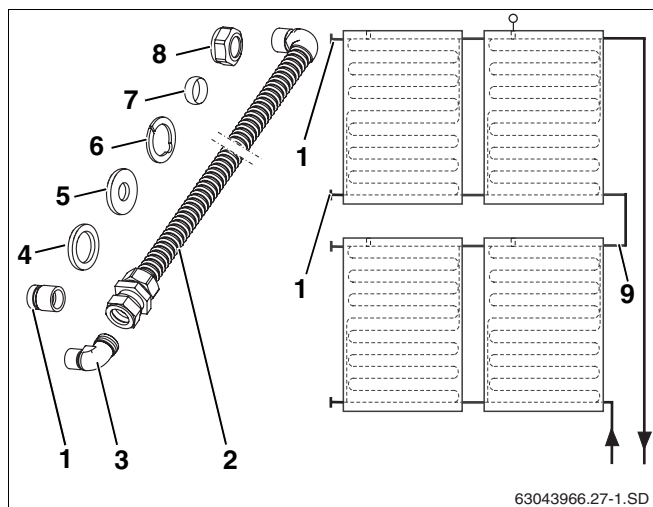

Fig. 59 Rappresentazione schematica e volume di fornitura
Il kit di collegamento (fig. 59, **pos. 9**), disponibile come accessorio, permette il collegamento fra due serie di collettori.
Volume di fornitura (fig. 59)
Chiudere con i tappi di chiusura gli attacchi del collettore non utilizzati (fig. 59, **pos. 1**, vedi capitolo 6.1.2 "Montaggio dei tappi di chiusura", pag. 29).